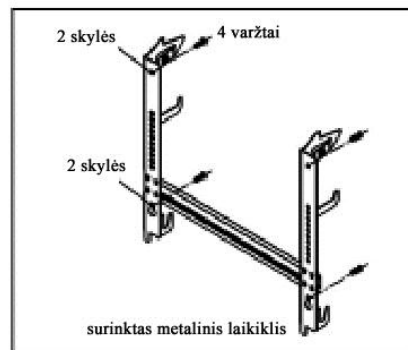

Fig. 2
- 2) Išgręžkite 4 skylės sienoje, taip kad sutaptų su laikiklio angomis ir pritvirtinkite laikiklį ant sienos naudodami 4 varžtus. (fig.2)